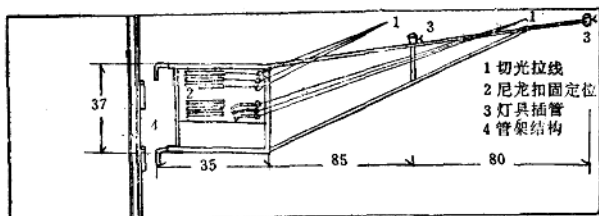

图 8 长臂灯架制做图
①面光灯架。是由一个不规则三角形和一个正方形用无缝细钢管焊制而成。不规则三角形是坐灯用的。正方形是安装手拉变光器控制盘用的。盘里面镶有一方木板，以作安装手拉变光器的手柄之用。灯架后端焊上两个直弯钩，在前台杆中节部位上焊上两个细管，使用时将灯架插进台杆套管里就行了。(图 8) 为了防止灯架前后转动，在台杆上再安装一个定位拉杆，使灯架根据需要，能远近灵活控制。
②顶光灯架。灯架制做和面光灯架基本一样，只是略小些，其安装位置在第一道边条之内。